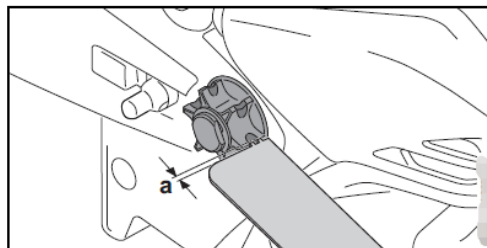

Fig. 10
- Si les marques d'usure sont plus profondes que $a = 0,5 \text{ mm}$, n'utilisez pas l'outil et contactez votre revendeur pour l'entretien. Voir la Fig. 10.